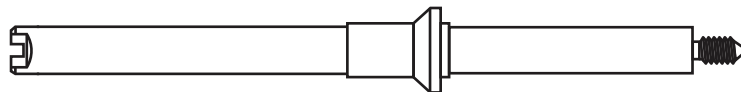

Рис. 13 Монтажный столбик (G4513-20561)
- 7 Установите монтажный столбик инжектора (G4513-20561, Рис. 13) в разъем с резьбой на крышке каналов ввода ГХ. Если используется неподходящий монтажный столбик (например, для ALS 7683B), инжектор работать не будет. Монтажный столбик, поставляемый в данном комплекте, подходит только для инжектора G4513A.